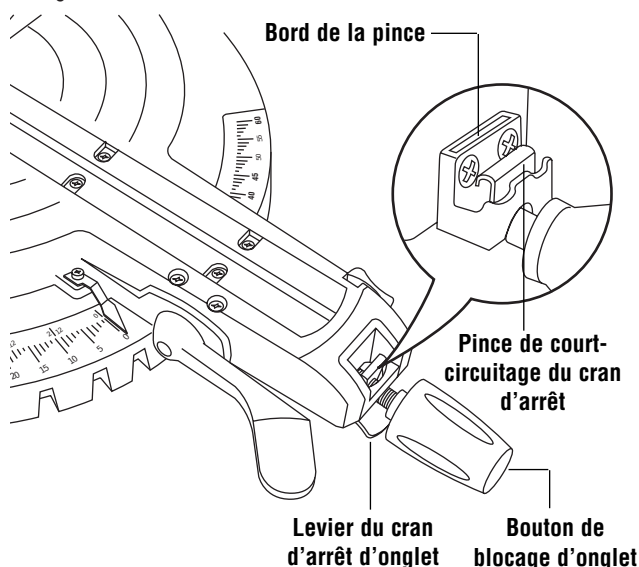

Figure 24. Court-circuitage du cran d'arrêt
2. Poussez la pince de court-circuitage du cran d'arrêt vers l'avant et verrouillez en place par-dessus le bord. Relâchez la levier du cran d'arrêt d'onglet (Figure 24)